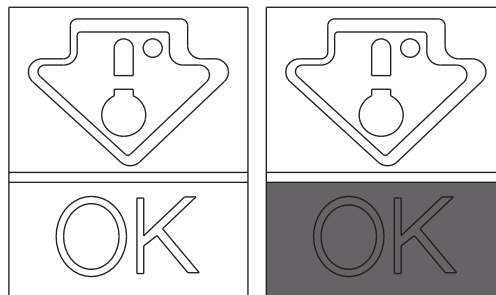

Fig. 6
• Pour conserver la saveur, la qualité et la fraîcheur des aliments, il est conseillé de stocker vos aliments dans le compartiment du réfrigérateur comme indiqué sur la Fig. 6 ci-dessous, en s'assurant de les envelopper dans des feuilles d'aluminium ou du film plastique ou dans des récipients correctement fermés, afin d'éviter toute contamination croisée.
Vérifier ce point sur le voyant de la température, le mot OK apparaît clairement (Fig. 6). Si ce mot n'apparaît pas, cela signifie que la température est trop élevée : régler la température à un niveau plus froid et attendre environ 10 heures. Vérifier à nouveau le voyant : si nécessaire, procéder à un nouveau réglage.